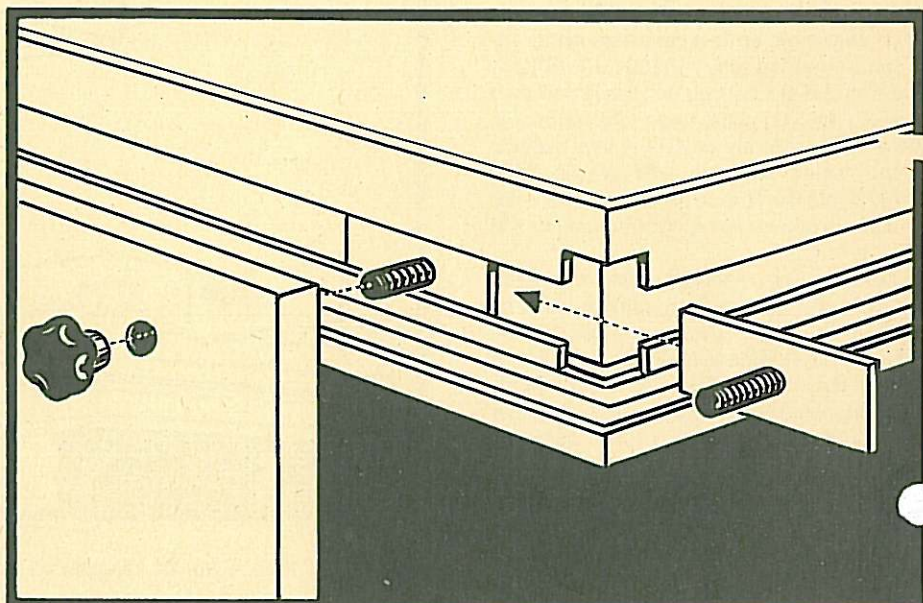

Bild Nr. 12 / Picture No. 12 / Illustration No. 12
**Blendenmontage:** Gewindeschlitten 19201 (M 6 x 30) in die Führung des Elementrahmens einschieben. Bei 1 m langen Blenden 2 Stück, bei 2 m langen Blenden 3 Stück. Danach Blendenteil aufstecken und mit Kunststoff-Handrädern 19220 (M 6) fest verschrauben. (Bild Nr. 12)